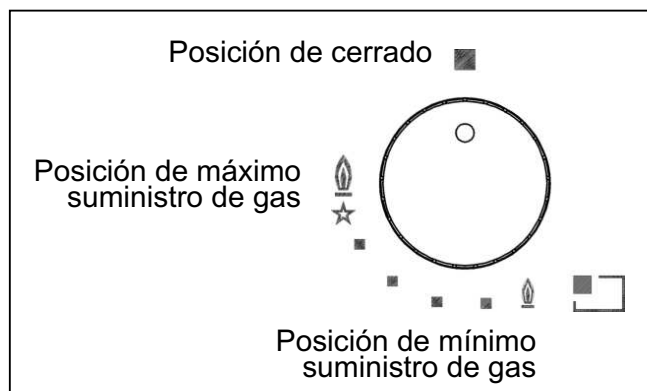

FIG. 1
Presionar y girar hacia la izquierda el mando correspondiente al quemador que se desea usar, colocarlo en la posición de máximo (llama grande fig. 1) y, luego, presionar el mando hasta el final.
Con los quemadores provistos de termopar de seguridad, se debe girar hacia la izquierda el mando correspondiente al quemador que se desea usar, colocarlo en la posición de máximo (llama grande fig. 1) hasta percibir un pequeño tope y seguidamente presionar el mando y repetir la operación indicada anteriormente.
- Una vez conseguida la ebullición, girar el mando a la posición de mínimo (llama pequeña fig. 1).
- *el encendido de los quemadores dotados de termopar de seguridad puede ser efectuado sólo cuando el mando está en posición de máximo (llama grande fig. 1).*
El temporizador permite calentar elementos y se apaga automáticamente emitiendo una señal acústica. Se puede usar también como reloj (sin el apagado) y se puede programar por un periodo máximo de 60 minutos (ver fig. 1/A).